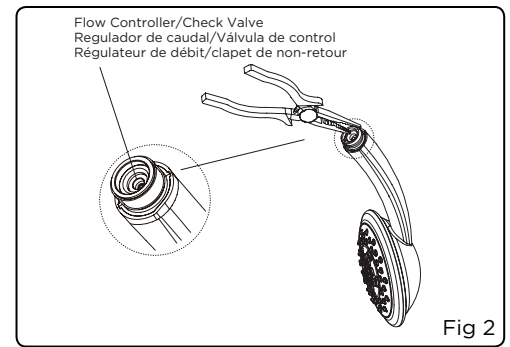

Fig 2
2. *Le régulateur de débit/clapet de non-retour est situé à la base de la poignée de la douche à main et le boîtier de plastique est de couleur différente des filets (fig. 2). Saisir le régulateur de débit/clapet de non-retour avec une pince à bec effilé pour le retirer. Prendre soin de ne pas exercer une force excessive en saisissant le bord pour ne pas endommager le régulateur/clapet (fig. 2 et 3).*
2. *El regulador de caudal y la válvula de control se encuentran en el hueco de la manija de la ducha de mano y tienen una funda de plástico de un color distinto al de las roscas de la sección cónica de la ducha de mano (fig. 2). Use unos alicates de extremos finos para sujetar el regulador de caudal y la válvula de control y sacarlos. Procure no forzar excesivamente al sujetar el borde del regulador de caudal y válvula de control para no dañarlos (fig. 2 y 3)*